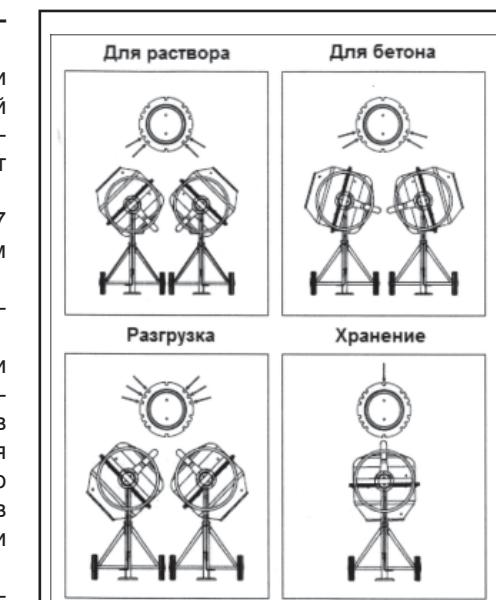

Рис. 13
Положения бетоносмесителя под различными углами наклона показаны на Рис. 13.
7.9. Храните бетоносмеситель в перевернутом положении (Рис. 13) ёмкости или в разобранном виде в сухом, защищенном